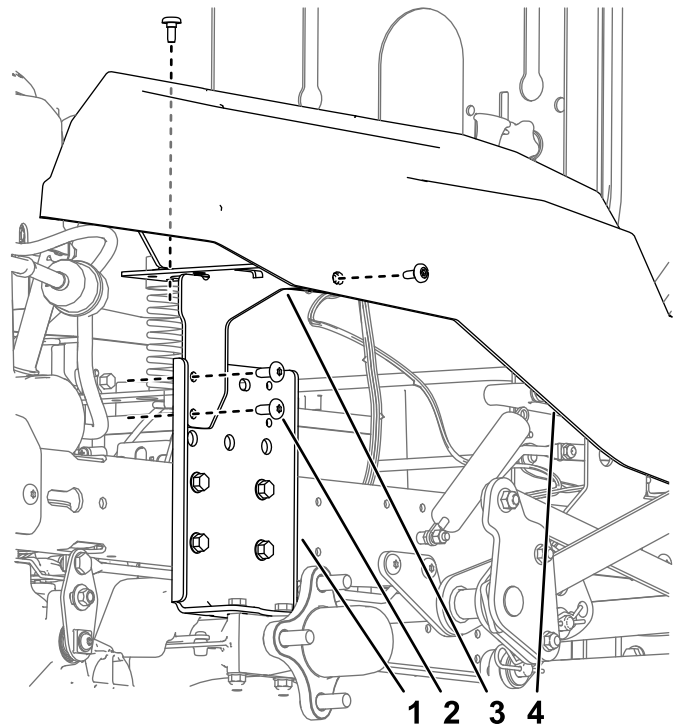

Figura 3
8. Remova os suportes do módulo da máquina (Figura 3).